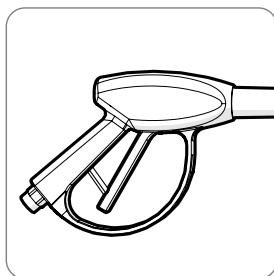

Abb. 6
- Prüfen Sie, ob sich der Abzug am Strahlrohr in Verriegelungsstellung befindet. (**Abb. 6**)